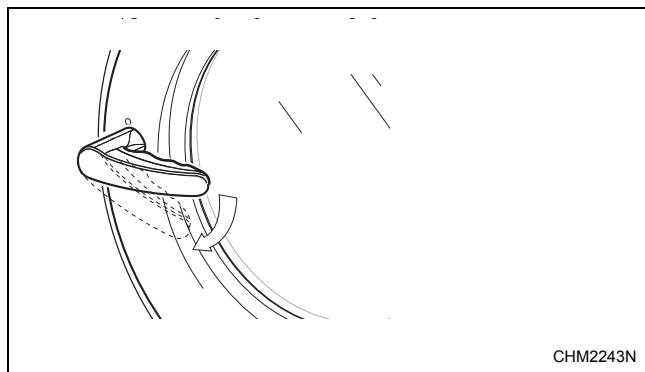

Figure 3
2. Tourner la poignée dans le sens horaire pour ouvrir. Se reporter à la *Figure 3*.